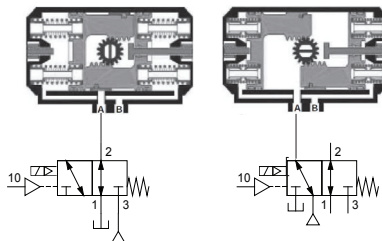

Fig. 10
6.2 EFEITO SIMPLES NORMALMENTE ABERTO (Fig. 10)